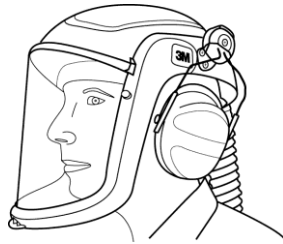

图: 22f
- **使用位置:** 使用时, 必须充分地向内朝头部方向推钢丝头带支撑臂, 直到你听到“咔”的声音 (图 22f)。耳罩垫圈必须完全包住耳朵并和头部紧密贴合。为达到最佳降噪性能, 把耳朵下面的头发往后拨, 让耳罩杯和头部直接贴合。